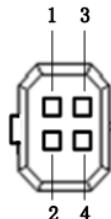

图 5
(4) 如果镜头具有自动光圈机构，在检验插头针脚定义的状况后，连接自动光圈镜头引线到 IRIS 接口。IRIS 接口位置见下图 5，IRIS 接口引脚定义见下表 1。